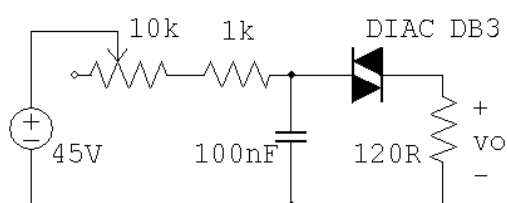

Figura 1 - Gerador de Pulsos
1. Monte o circuito da Figura 1 (gerador de pulsos com DIAC) e verifique o seu funcionamento. Ajuste a década resistiva em  $1k\Omega$  inicialmente.
5. Desenhe os diagramas elétricos das duas etapas de funcionamento do circuito da Figura 1. Para cada etapa, inclua no diagrama apenas os componentes que conduzem corrente.